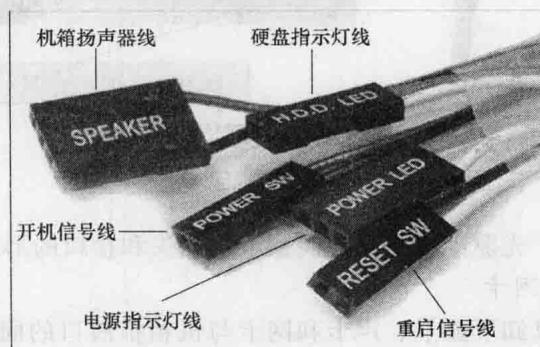
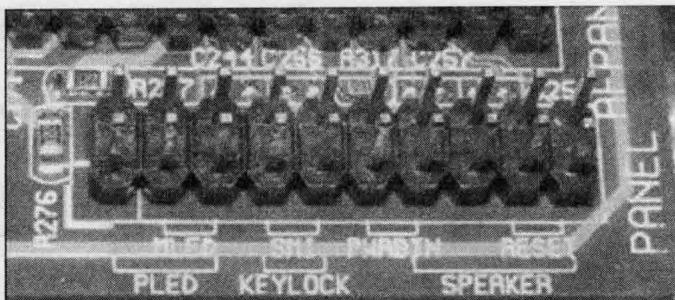

图 1-24
图 1-25
2) 机箱前面板上至少有 5 组插头（见图 1-24）连到了主板的 5 组插针（见图 1-25）上，分别对应机箱前面板的电源开关、复位按钮、电源指示灯、硬盘指示灯和机箱扬声器。